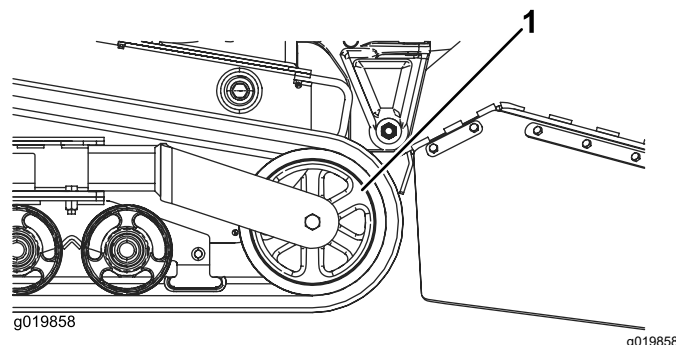

Bild 47
5. Drücken Sie das Spannrad ganz nach hinten (**Bild 47**).
7. Wenn Sie die Kette vom Spannrad entfernt haben, nehmen Sie sie von der Maschine ab (**Bild 47**).